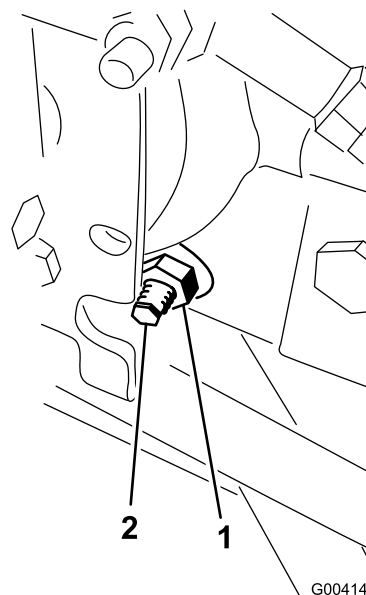

Figure 83
3. Sous le côté droit de l'hydrostat, desserrez le contre-écrou sur la came de réglage de transmission (Figure 83).